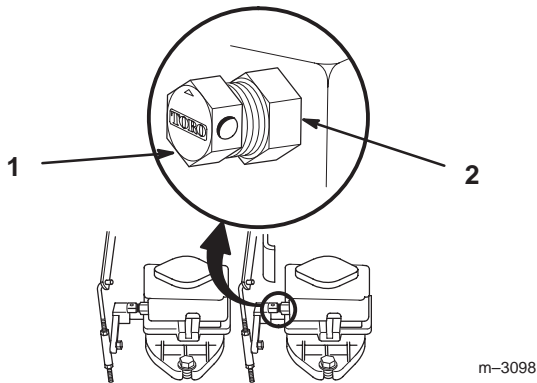

Figure 13
2. Desserrez les écrous de blocage et tournez la vanne de dérivation de 5 tours pour pousser la machine. Cela permet au liquide hydraulique de contourner la pompe et aux roues de tourner (Fig. 13).